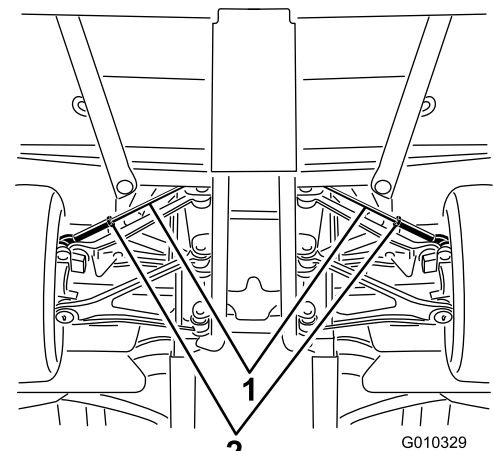

Figura 60
A. Afloje la contratuerca del centro del tirante (Figura 60).